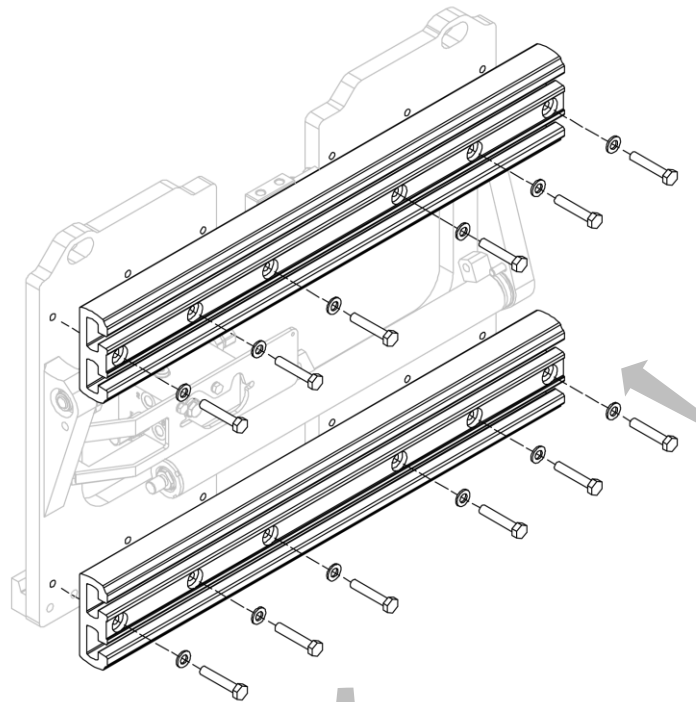
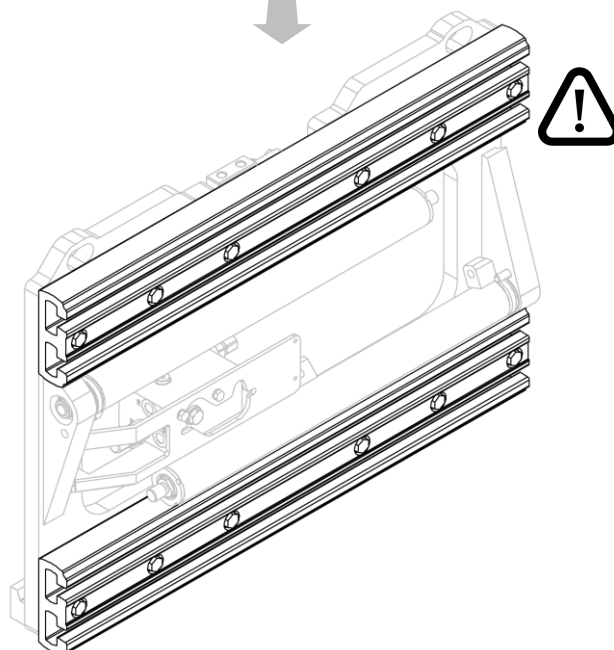

Figura 11
Figura 12
2. Installare, uno per volta, i profili in alluminio mediante le apposite viti (vedi *Figura 11* e *Figura 12*).